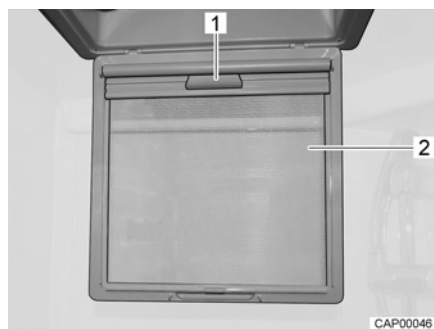

Fig. 34 Oscurante a rullo
- Ribaltare la protezione contro gli insetti (Fig. 34,2) verso il basso.
- Tirare verso il basso l'oscurante a rullo tramite la maniglia (Fig. 34,1) fino a fissarlo alla parte opposta.
- Sganciare l'oscurante a rullo dalla maniglia (Fig. 34,1) e ricondurlo lentamente nella posizione iniziale.
- Spingere la protezione contro gli insetti (Fig. 34,2) verso l'alto finché non si innesta.